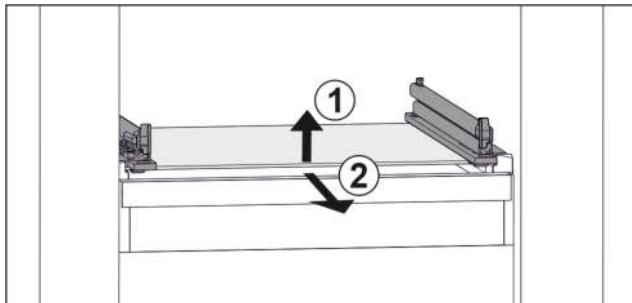

Fig. 98 Beispielhafte Darstellung der Glasplatte
- Glasplatte vorne anheben. Fig. 98 (1)
- Glasplatte nach vorne entnehmen. Fig. 98 (2)